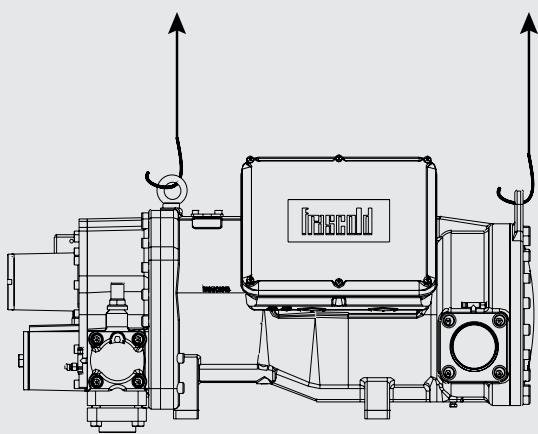

Fig.1a (NR\_6)
*Use the lifting points (fig. 1a, 1b) for handling. Avoid any impact of the compressor, solenoid valves and electrical components and pipe work in general. Danger of compressor damage!*
*Usare i punti di ancoraggio (fig. 1a, 1b) per la movimentazione. Assicurarsi di non impattare sulle valvole solenoidi, sui componenti elettrici in generale e sulle tubazioni in generale. Pericolo di danni al compressore!*